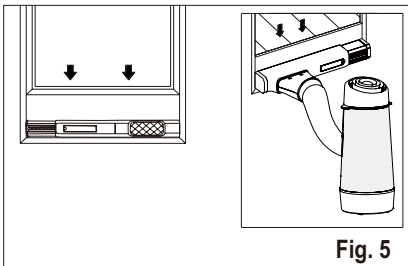

Fig. 5
3. Montera fönstersatsen på fönstret och skjut in adaptorn B i skjutfönstersatsen och tätningen. (Fig. 5 och 6)